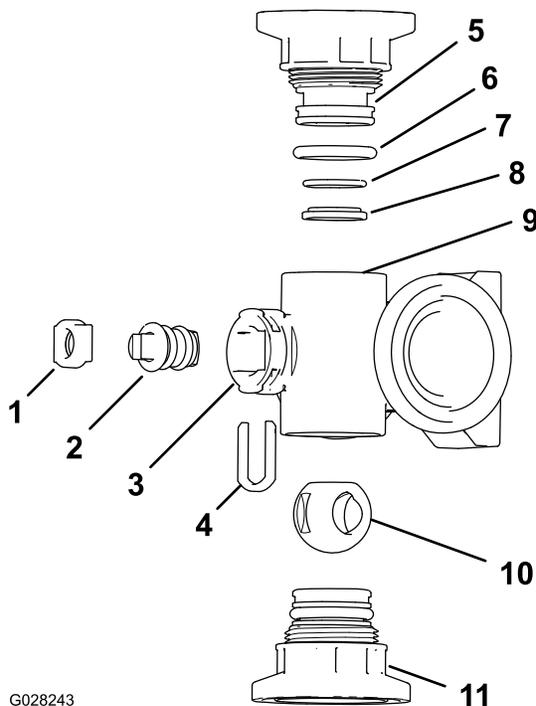
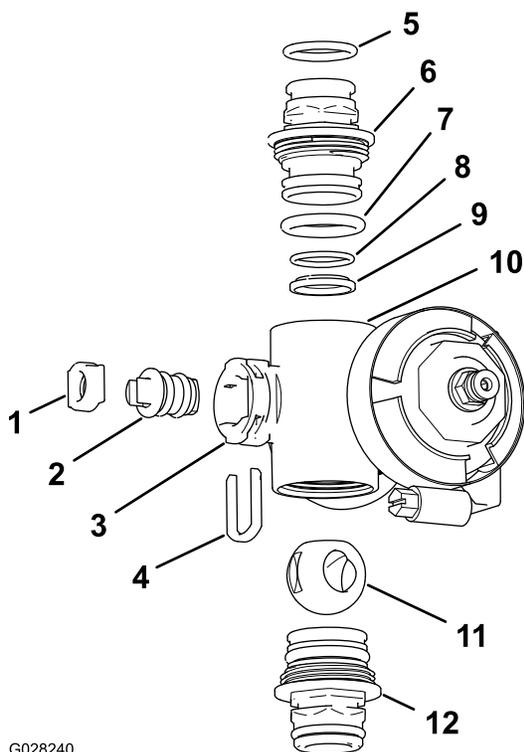

Рисунок 119
Рисунок 120
2. Снимите два штуцера торцевой крышки в сборе с каждого конца корпуса коллектора (Рисунок 119 и Рисунок 120).
4. Извлеките держатель штока из пазов в отверстии штока в коллекторе (Рисунок 119 и Рисунок 120).
5. Снимите держатель штока и седло штока клапана с коллектора (Рисунок 119 и Рисунок 120).
6. Просуньте руку внутрь корпуса коллектора и извлеките оттуда шток клапана в сборе (Рисунок 119 и Рисунок 120).
1. Проверьте состояние уплотнительных колец выпускных штуцеров (только коллектор клапана секции), уплотнительных колец торцевых крышек, задних уплотнительных колец седла и седла шарового клапана на отсутствие повреждений или износа (Рисунок 119 и Рисунок 120).
2. Нанесите силиконовую консистентную смазку на шток клапана и вставьте его в седло штока клапана (Рисунок 119 и Рисунок 120).
3. Вставьте шток и седло клапана в коллектор и закрепите шток и седло держателем штока (Рисунок 119 и Рисунок 120).
4. Убедитесь, что заднее уплотнительное кольцо седла и седло шарового клапана выровнены и правильно установлены в штуцере торцевой крышки (Рисунок 119 и Рисунок 120).
5. Установите штуцер торцевой крышки в сборе на корпус коллектора так, чтобы фланец штуцера торцевой крышки касался корпуса коллектора (Рисунок 119 и Рисунок 120), затем доверните штуцер торцевой крышки еще на 1/8–1/4 оборота.